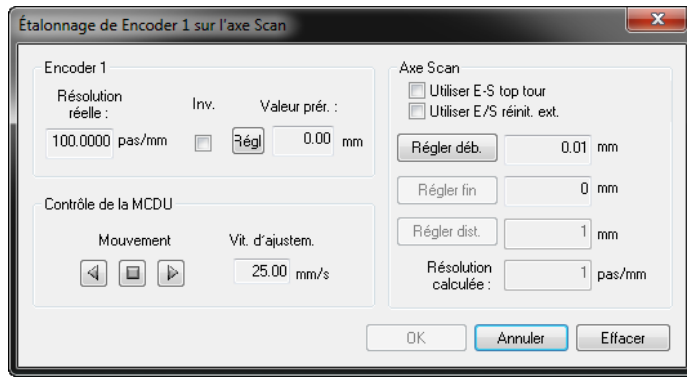

Figure 5-15 Boîte de dialogue **Étalonnage de Encoder du codeur 1 sur l'axe de balayage**
4. Pendant que la boîte de dialogue **Étalonnage de Encoder** est ouverte (voir l'exemple illustré dans la Figure 5-15 à la page 326) :